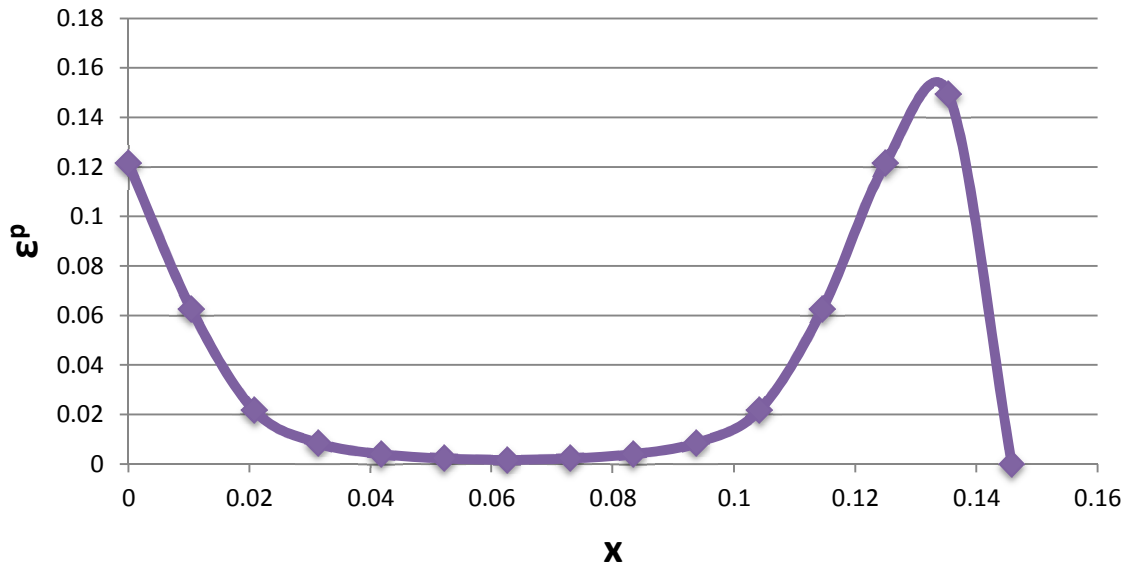

Рис. 5 График пластичных деформаций в зависимости от координаты  $\varepsilon^p(x)$
- 2) Был построен график деформаций в зависимости от координаты  $\varepsilon(x)$ . (Рис. 5)